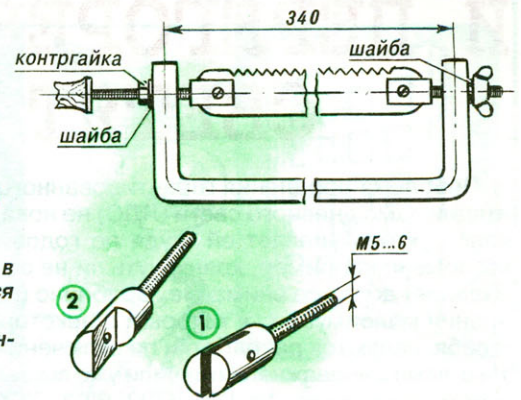

Рис.5. Ножовка повышенной функциональности:
В другом случае, при изготовлении конструктивного аналога стандартной ножовки (рис.5), расстояние между ножками станка выбрал 330...340 мм, то есть с запасом для регулировочных винтов и разных длин полотна. В ножке просверлил отверстие и нарезал резьбу под ручку, в противоположной — отверстие без резьбы. Винт под ручку (2) ввернул и зафиксировал контргайкой; натяжной винт (1) пропустил в отверстие и снабдил обычной гайкой-«барашком». Такая конструкция обеспечивает не только регулировку натяжения полотна, но и его установку под любым углом. Кроме того, возможно крепление одновременно нескольких полотен — для получения пропилов большей ширины.